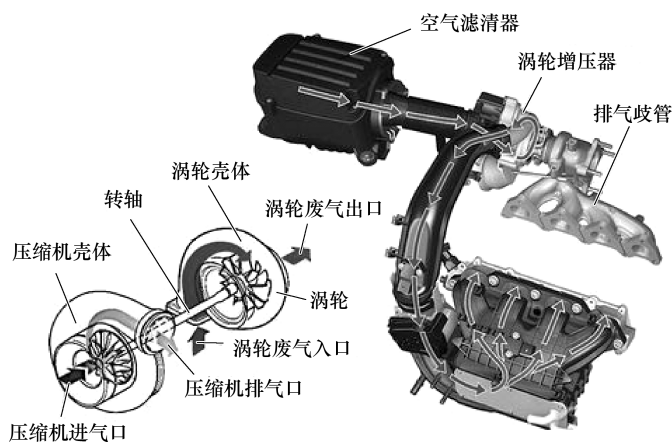

图 2-4 涡轮增压器结构
(1) 涡轮增压器结构 如图 2-4 所示，涡轮增压器主要由涡轮机和压缩机两部分组成，它们之间通过一根传动轴连接。涡轮的进气口与发动机排气歧管相连，排气口与排气管相连。压缩机的进气口与进气管相连，排气口则接在进气歧管上。